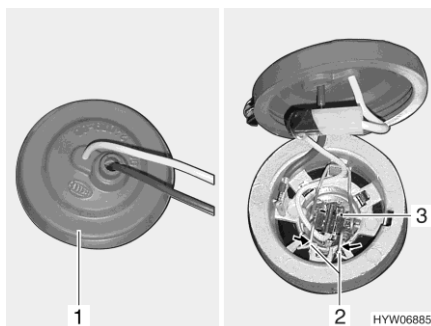

Bild 215 Dimljus
- Handen förs in bakom dimljuset och gummi hatten (Bild 215,1) tas av från lamphuset.
- Metallbygeln (Bild 215,2) trycks ihop och tas ur hållaren.
- Ta ut glödlampan (Bild 215,3) med kabel ur lamphuset.